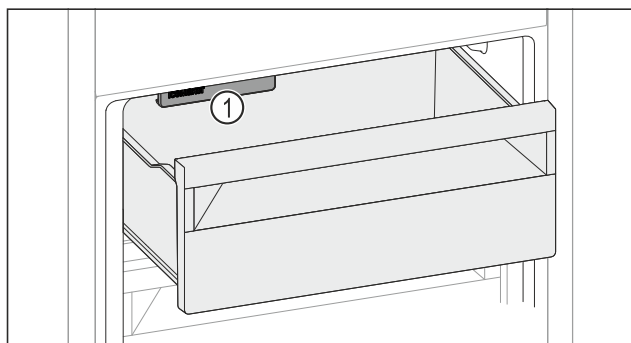

Fig. 164
- ▶ Tenez compte de l'IceMaker Fig. 164 (1).